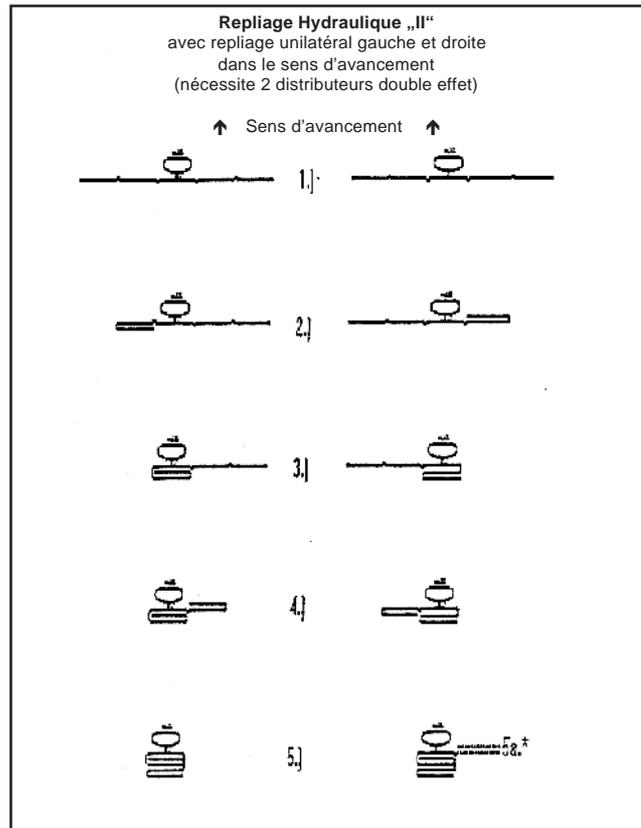

Рис. 10.6
2. **Полностью гидравлический привод штанг “II”** с узлом переключений, возможно одностороннее разворачивание слева по ходу движения (рис.10.6) (На тягаче должен быть 1 простой пульт управления и 1 пульт управления с двойным действием).